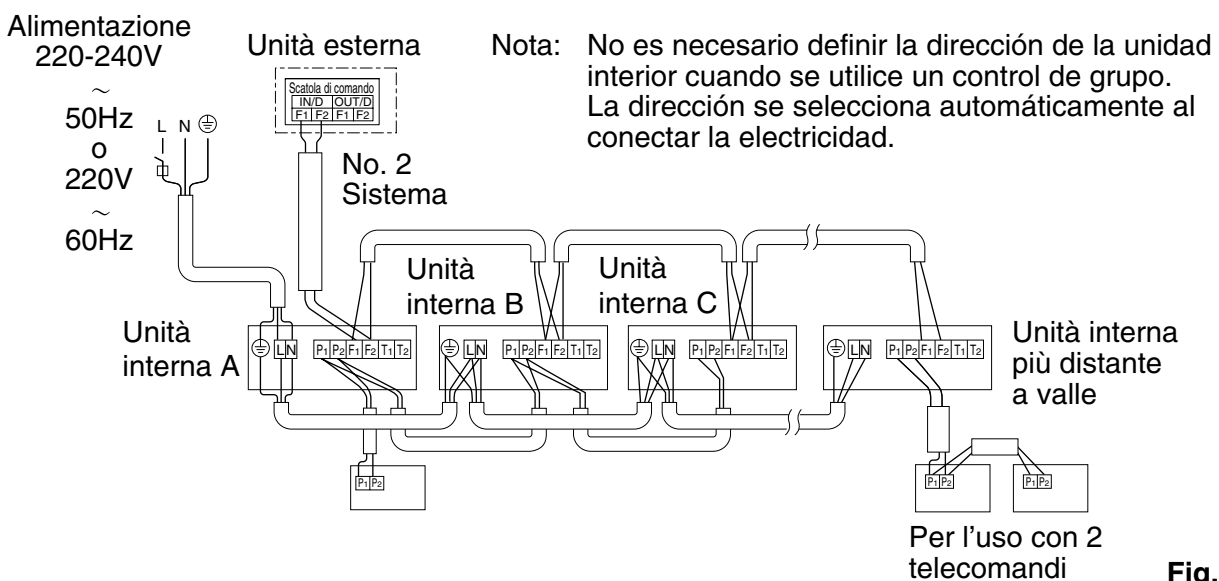

Fig. 26
- (4) Aggiungere il telecomando 2 (asservito) alla morsettiera (6P) del telecomando (P1, P2) nella scatola dei comandi. (Non vi è polarità.) (Per le dimensioni del cablaggio, fare riferimento alla Fig. 26 e alla sezione 7-3.)